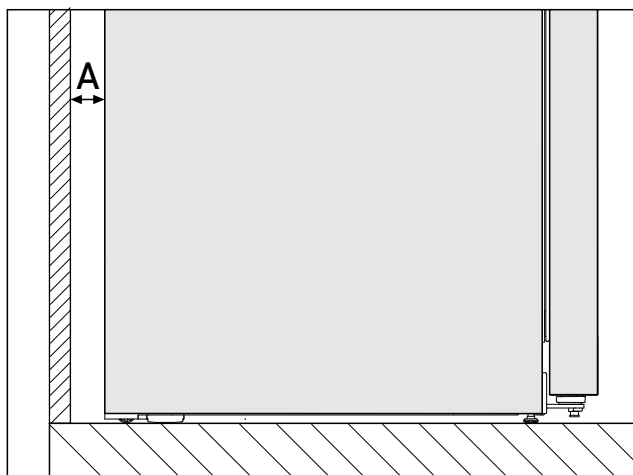

Fig. 2 *
Az energiafogyasztás megállapítása a készülék hátoldala és a fal közötti Fig. 2 (A) távolság mellett történt. Ha a faltól való távolság kevesebb, mint Fig. 2 (A), akkor az nincs hatással a készülék működőképességére. Ha ennél kisebb a faltól való távolság, az energiafogyasztás kis mértékben megemelkedhet, és lecsapódás képződhet a készülék hátfalán.*